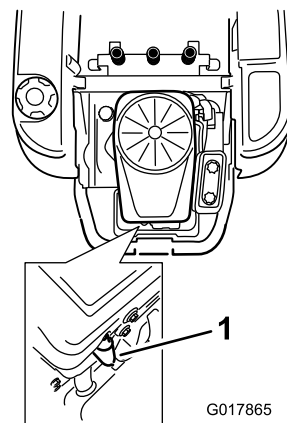

Figura 33
3. Desligue o cabo da vela de ignição (Figura 33).